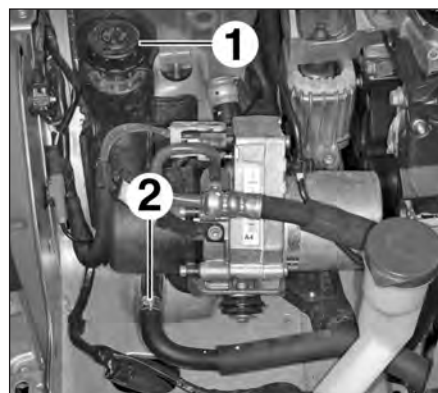

FIG. 17
- Ouvrir le bouchon de remplissage (1) (Fig.17).
- Débrancher le tuyau de retour basse de pression (2) du groupe électropompe.